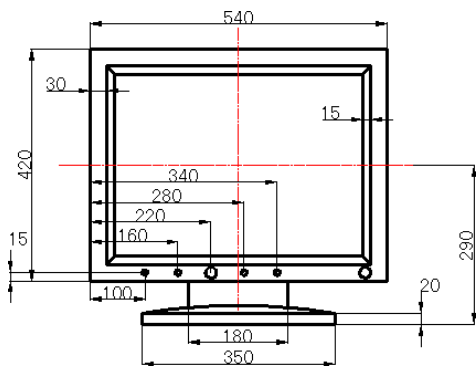

图 17.5.19 标注线性尺寸
Step3. 用 **标注(I)** → **线性(L)** 命令创建线性尺寸标注, 完成后的图形如图 17.5.19 所示。